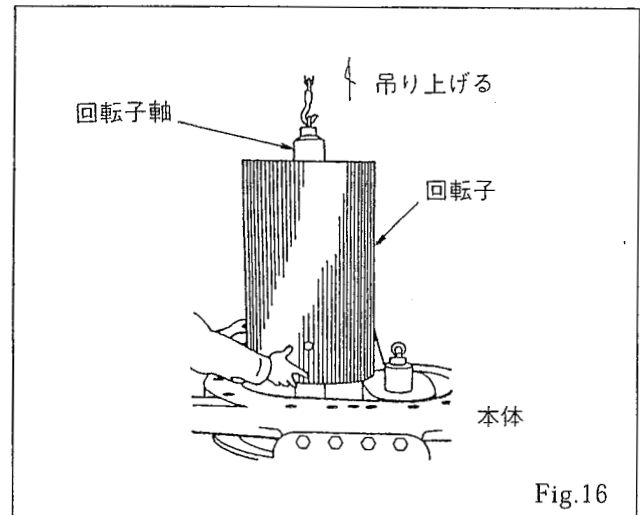

Fig.16
- (8) オーバル回転子 (201) を取り出してください。
回転子軸 (202) (203) の端面にアイボルト(M10)をねじ込み、ホイールクレーン等で吊り上げて静かに抜き出してください。(Fig.16)